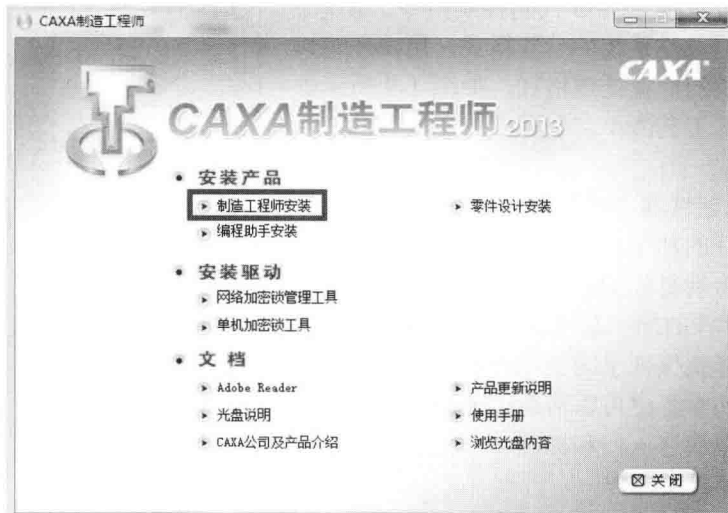

图 1-8 CAXA 制造工程师安装界面
- [1] 将 CAXA 制造工程师 2013 光盘放入光盘驱动器中，待其自动运行。若光驱自动播放功能未启用，则单击鼠标进入【我的电脑】，双击光盘图标，直接运行光盘上的 AUTORUN.EXE 文件，将出现如图 1-8 所示的安装界面。